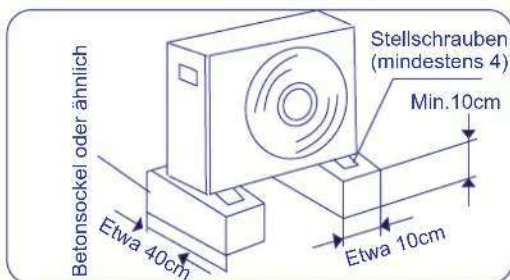

Abb.8.2
- Bereiten Sie einen starken Sockel (10X40cm2 Platte aus Beton oder ähnlichen) vor. Das Gerät sollte nicht weniger als 10 cm hoch gelegt werden, damit es nicht nass oder korrodiert wird. Anderenfalls kann es zur Beschädigung oder Verkürzung der Lebensdauer des Geräts führen. (Abb. 8.2)